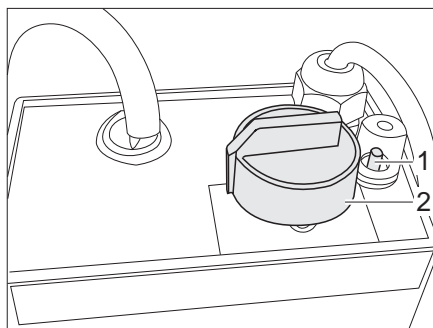

Fig. 199 Regolatore per riscaldamento elettrico del pavimento
- Ruotare il pomello girevole (Fig. 199,2) sulla potenza di riscaldamento desiderata.
- Ruotare il pomello girevole (Fig. 199,2) sulla posizione "0".
In caso di sovraccarico del regolatore, si attiva la protezione contro il surriscaldamento. Il perno (Fig. 199,1) scatta all'infuori.
- Una volta raffreddato il regolatore, premere il perno (Fig. 199,1) della protezione contro il surriscaldamento.